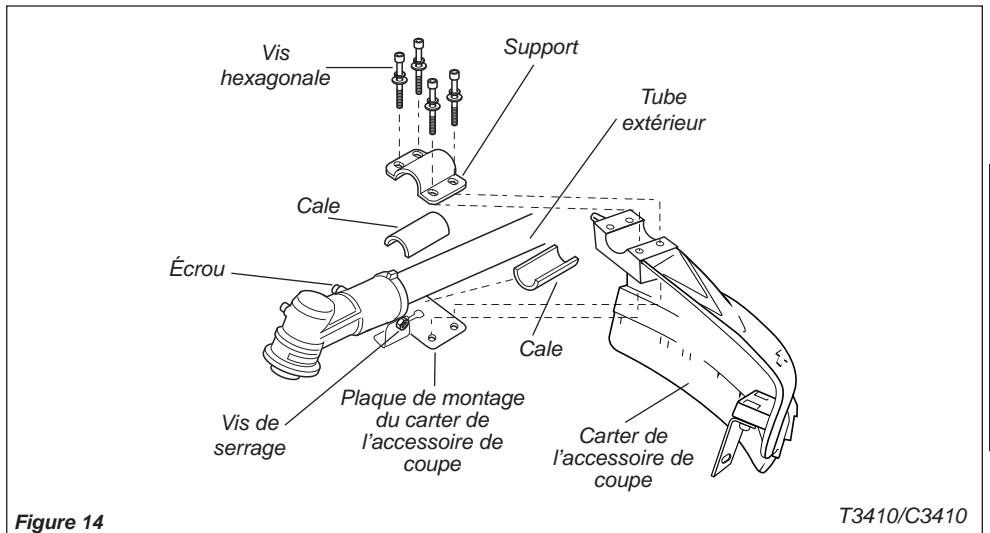

Figure 14
1. Insérer le carter de l'accessoire de coupe entre le tube extérieur et la plaque de montage du carter de protection. **Voir figure 14.**
2. Fixer les deux cales et le support sur le tube extérieur et fixer sans serrer les quatre vis hexagonales. Voir figure 14.